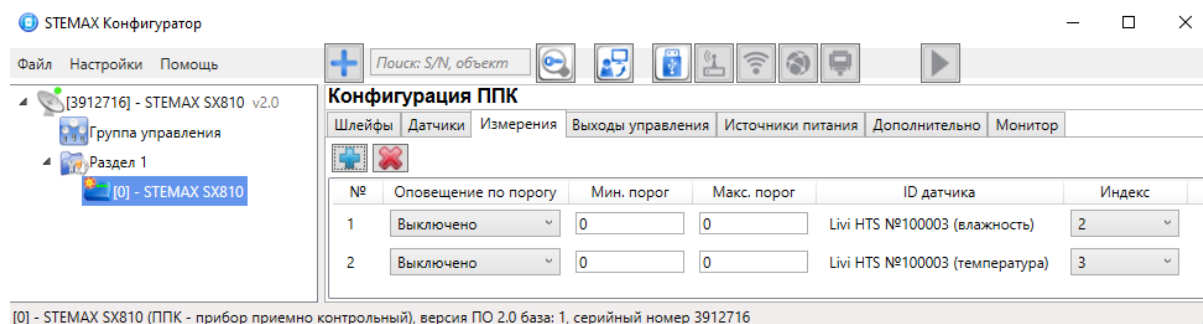

Рисунок 4.48 — Вкладка Измерения
2. На вкладке *Измерения* нажмите кнопку  в верхнем левом углу (см. рисунок 4.48).
Настройка параметров работы с зарегистрированными датчиками выполняется в таблице с описанными ниже столбцами (см. рисунок 4.48).
Для удаления канала измерения из конфигурации выделите его в списке и нажмите кнопку  в верхнем левом углу вкладки (см. рисунок 4.48).